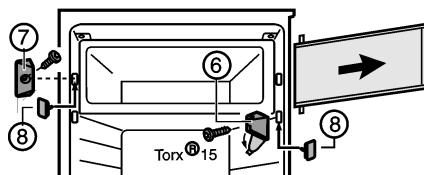

Fig. 2
- Abdeckung am Lagerbock Fig. 2 (6) wegklappen.
- Lagerbock Fig. 2 (6) mit der Fachtür abschrauben.
- Verschlussstück Fig. 2 (7) abschrauben.
- Die freigewordenen Löcher mit beiliegenden Stopfen Fig. 2 (8) verschließen.